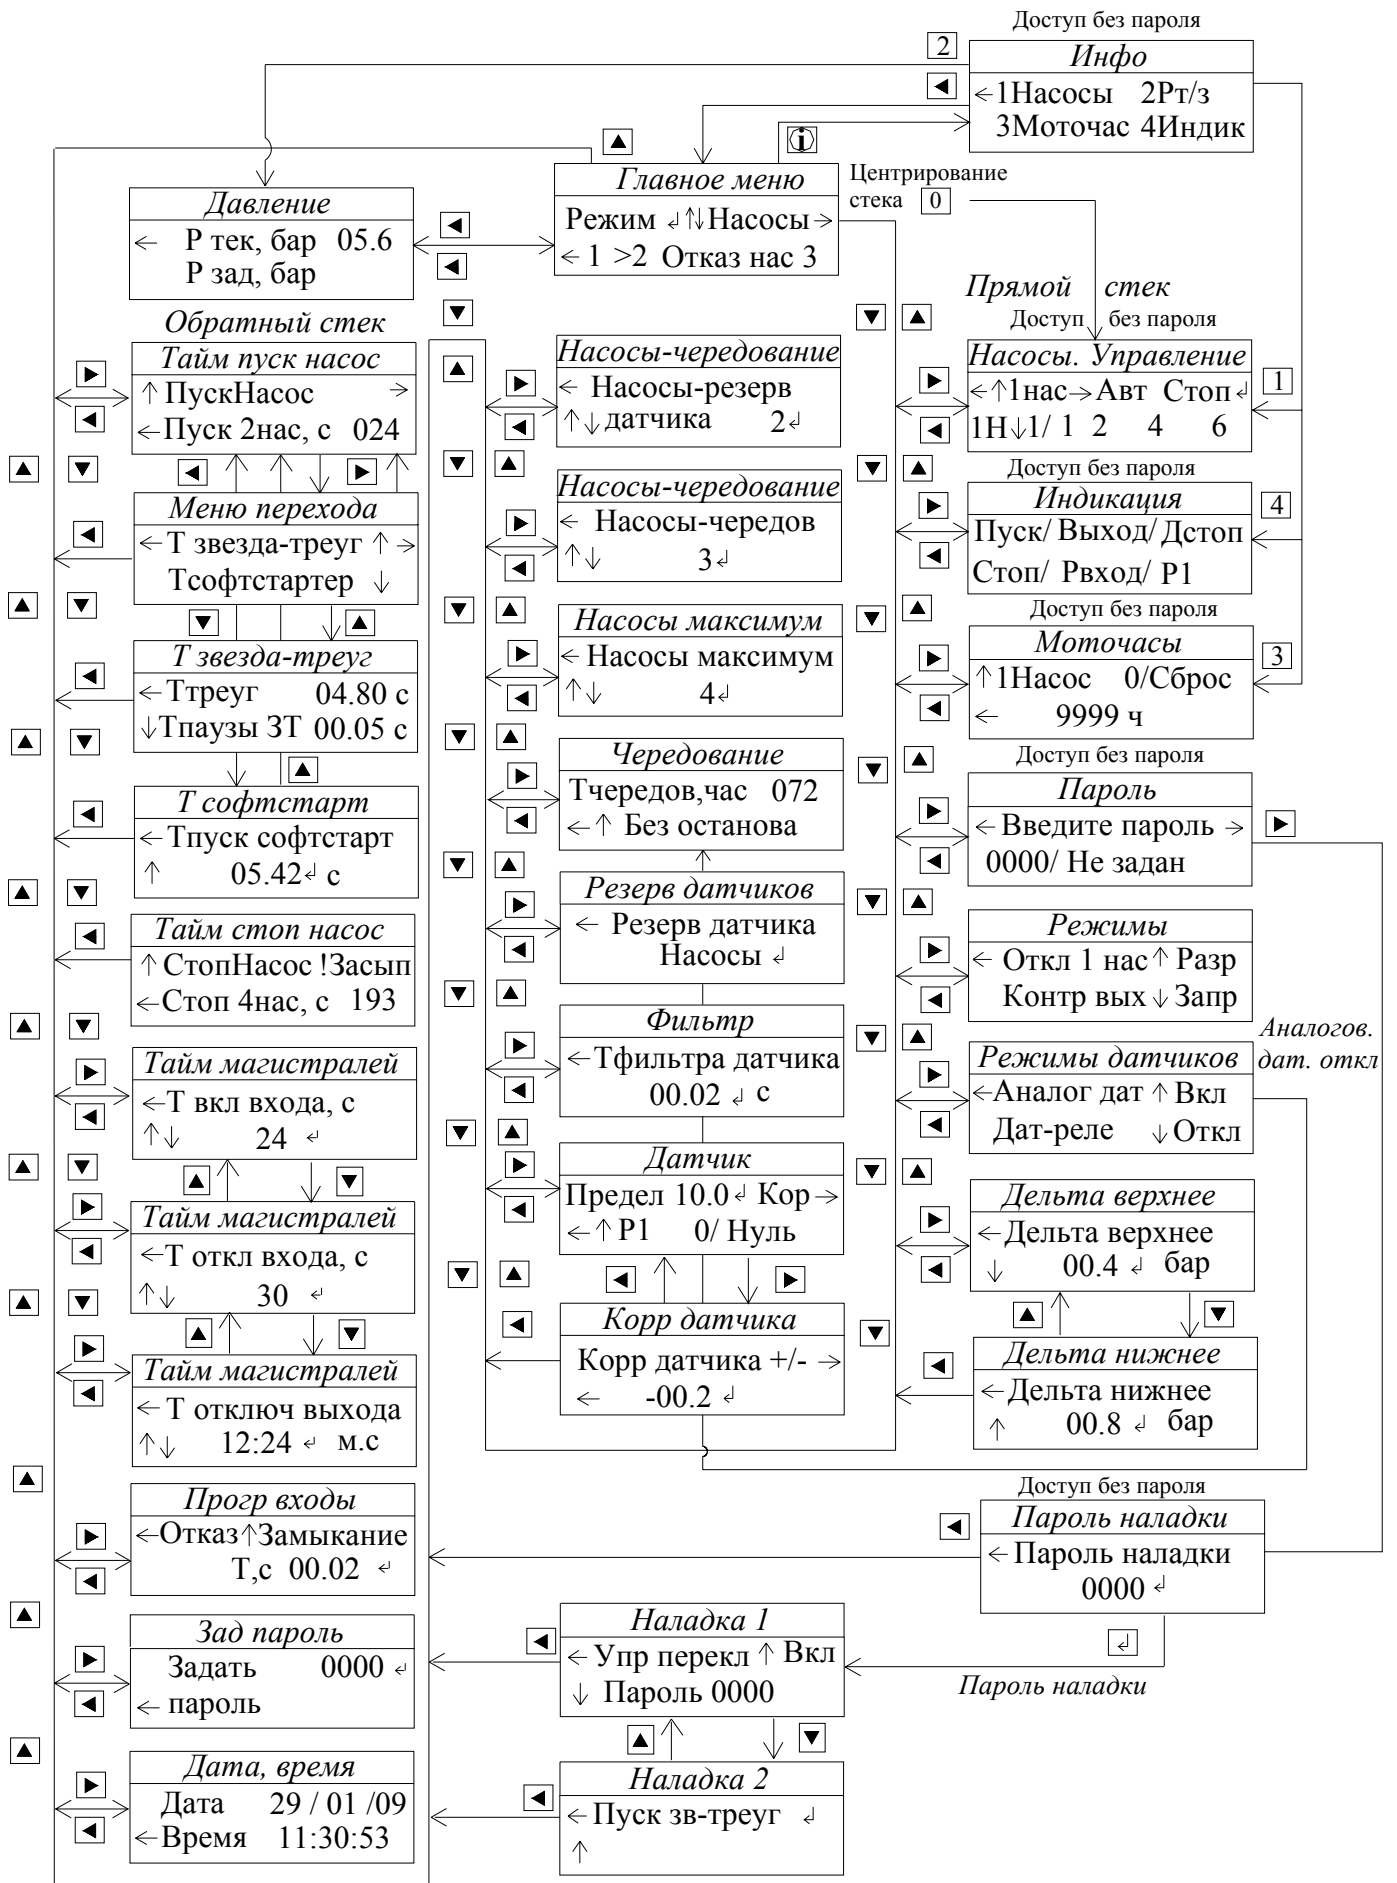
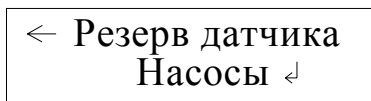

Рис.6.3. Стек перехода к экранам системы регулирования
Рис. 7.2. Меню «Резерв датчика»
Из экрана «Главное меню» через стек перехода производится вызов других экранов для программирования и отслеживания состояний системы. Изменение значения стека перехода (рис. 6.3) производится последовательным нажатием клавиш «▲» / «▼». При удержании клавиш изменение стека будет производиться 1 раз в секунду.
Стек перехода представлен на рис. 6.3.
- нажатием клавиши «1» - в меню управления насосами «Насосы» (рис.). Переход в меню «Насосы» также возможен из стека перехода к меню (рис. 6.3);
- нажатием клавиши «3» - в меню определения наработки («Моточасы») каждого насоса. Переход в меню «Моточасы» производится также из стека перехода Главного меню (рис. 6.3);
- нажатием клавиши «4» - в меню «Индикация состояний системы» (рис.). Переход в меню производится также из стека перехода Главного меню (рис. 6.3).
Программирование режимов управления системы (п. 5.1) производится в меню **Режимы** (рис. 7.1). Переход в меню программирования осуществляется через стек перехода (п.6.5, рис. 6.3), установлением значения стека «Режимы» и нажатием клавиши «▶». Вход в меню производится через пароль доступа (первый уровень доступа).
Для программирования режимов необходимо в стеке перехода (п.6.5, рис. 6.3) последовательным нажатием клавиш «▲» / «▼» добиться индикации «Рез датч», после чего нажать клавишу «▶». Переход в меню возможен только после включения режима работы с аналоговыми датчиками. Внешний вид меню представлен на рис. 7.2.